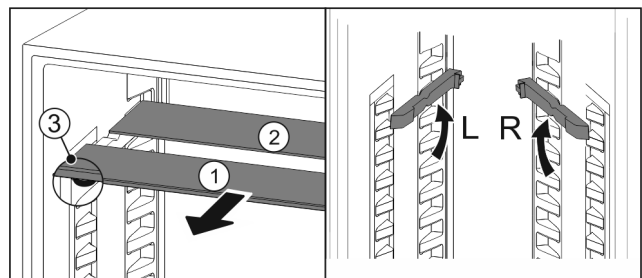

Fig. 74
- ▶ По одной извлеките Fig. 74 (1) стеклянные панели движением вперед.
- ▶ Стеклянная панель Fig. 74 (1) с декоративной планкой лежит спереди.
- ▶ Стопоры Fig. 74 (3) показывают вниз.